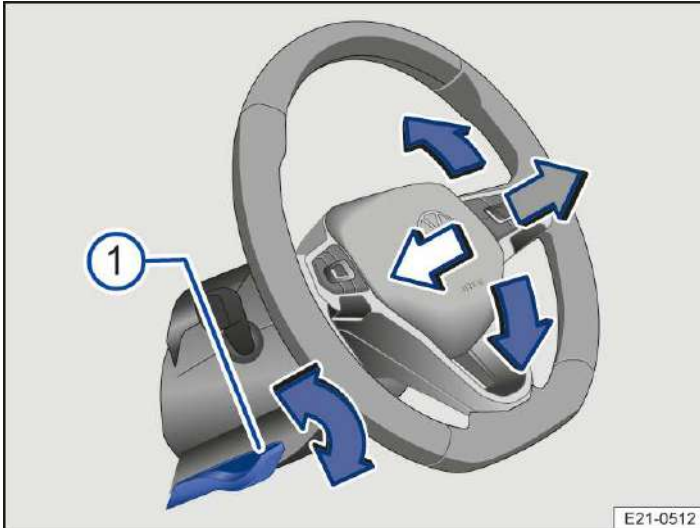

Abb. 1 Unter dem Lenkrad in der Lenksäulenverkleidung: Hebel für die mechanische Einstellung der Lenkradposition.
1. Hebel → **Abb. 1** (1) nach unten drücken.
3. Hebel → **Abb. 1** (1) fest nach oben drücken, bis er bündig mit der Lenksäulenverkleidung abschließt → ⚠.